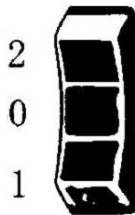

fig 1
4.4. Réglage de la température. La température désirée peut être réglée avec l'interrupteur (fig. 1). La température idéale doit d'abord être vérifiée en effectuant un test. Vous devriez donc commencer par un réglage à basse température. Les températures spécifiées dans les exemples illustrés d'utilisation sont des valeurs recommandées qui peuvent varier en fonction des propriétés de la pièce à usiner. La distance entre la buse et la pièce dépend du matériau à traiter.